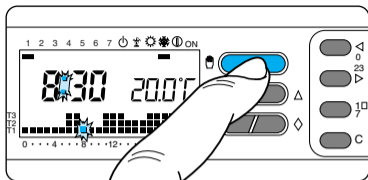

Fig. 49
**9.10** - Premere il pulsante  per riportare l'apparecchio in funzionamento AUTOMATICO (fig. 49).